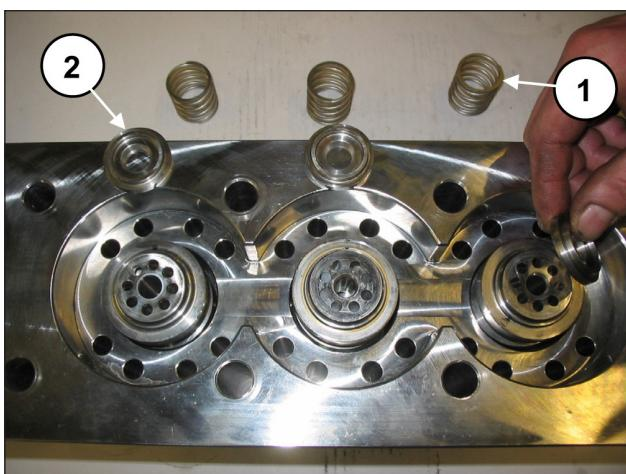

Fig. 101
Durant le démontage des chemises, ne pas perdre les ressorts de soupape ni les soupapes plates (rep. ① et ②, Fig. 101) car ils risquent de tomber du fait qu'ils ne sont pas bloqués.